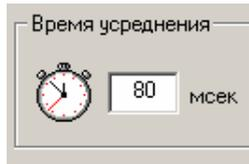

Рис.9. Ввод времени усреднения.
3.3.3.3.2. В блоке «Время усреднения» (Рис.9) задается время усреднения – время, за которое получено среднее значение произведенного измерения.